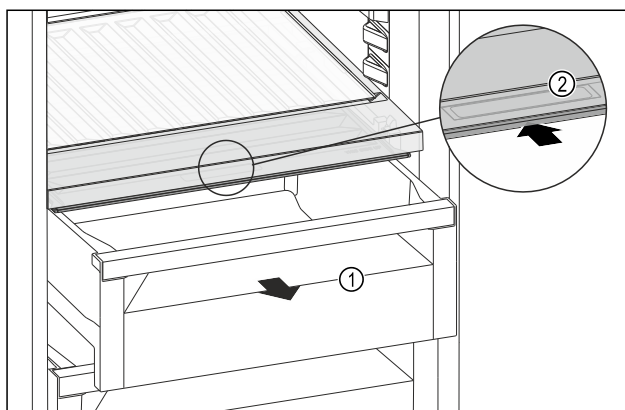

Fig. 177
- ▶ Изтеглете чекмеджето Fig. 177 (1).
- ▶ Хванете вдлъбнатия захват *Fig. 177 (2)* на капака на отделението и едновременно с това избутайте назад капака на отделението.